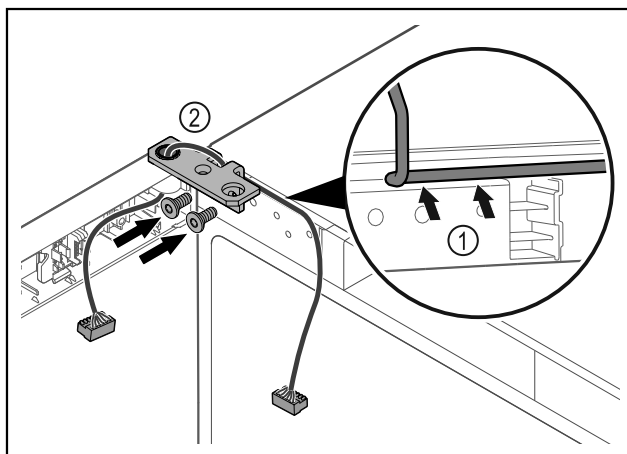

Fig. 45
- ▶ Provedite kabel kroz izrez na kutnoj šarki i oprezno ga položite Fig. 45 (1).
- ▶ Navrnite kutne šarke Fig. 45 (2).